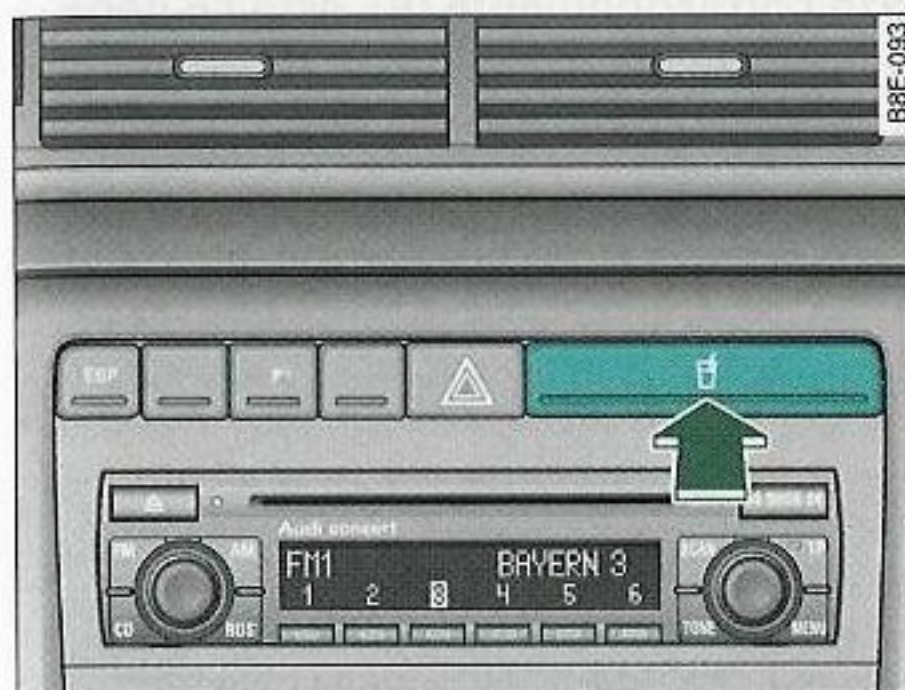

Fig. 110 Detalle del tablero de instrumentos: Portabebidas
- Para abrir, presione el símbolo  de la cubierta del portabebidas ⇒ fig. 110